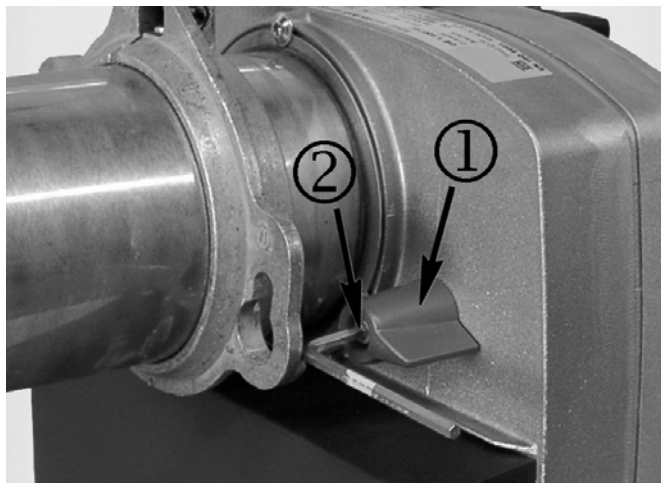

Abb. 8: ① Luftklappeneinstellung
Zur Einstellung der Luftmenge wird die Klemmschraube ② gelöst (s. Abb. 8). Nun kann die Luftklappe mit dem Hebel ① verstellt werden, dabei muss die Gebläse-